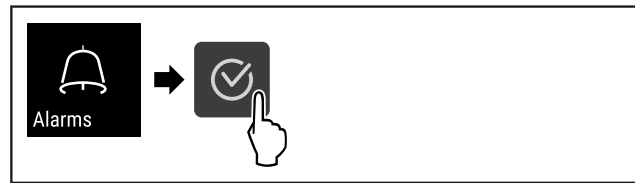

Fig. 123
- ▶ Провести етапи операцій (див. Fig. 123) .